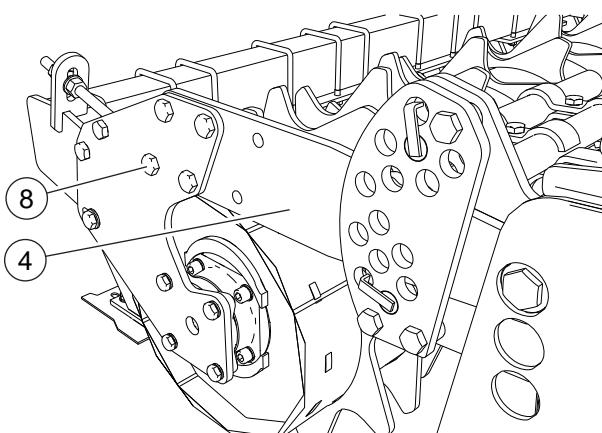

FIG. 12
- Montar la unidad rodillo. Enroscar los tornillos (8, "Fig. 12") de los soportes del rodillo al brazo (4).